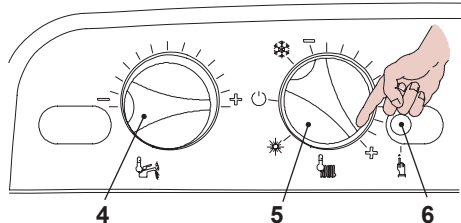

Fig. 7.8
- Ruotare il selettore 5 come in Fig. 7.8.